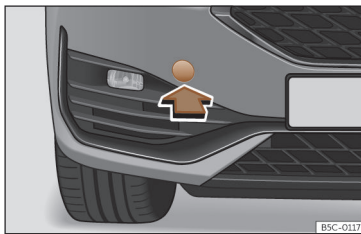

Fig. 215 No lado direito do para-choques dianteiro: retirar a tampa.
O alojamento para a argola de reboque enroscável encontra-se na parte direita do para-choques dianteiro, atrás de uma tampa >>> **Fig. 215**.
- Retire a tampa fazendo pressão na zona inferior da mesma e deixe-a pendurada no veículo >>> **Fig. 215**.